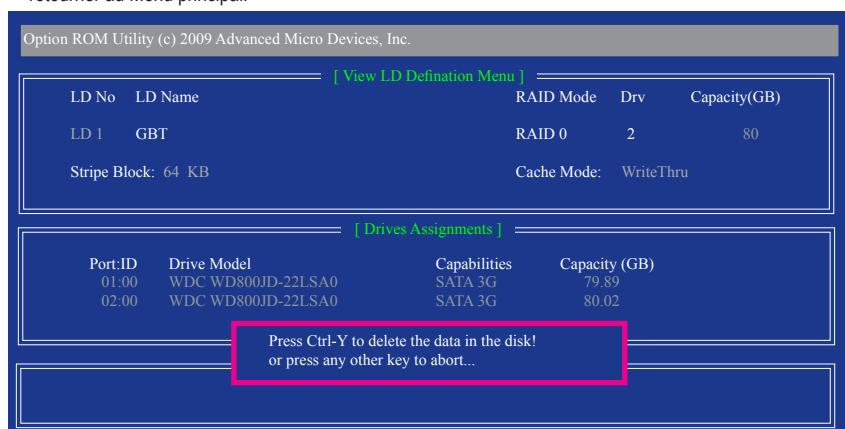

Figure 10
- Le menu **View LD Definition Menu** apparaîtra (comme indiqué dans Figure 10) montrant les disques qui ont été assignés à cette matrice. Appuyez sur <Ctrl>+<Y> si vous voulez vraiment supprimer la matrice, ou sur une autre touche si vous voulez annuler l'opération.